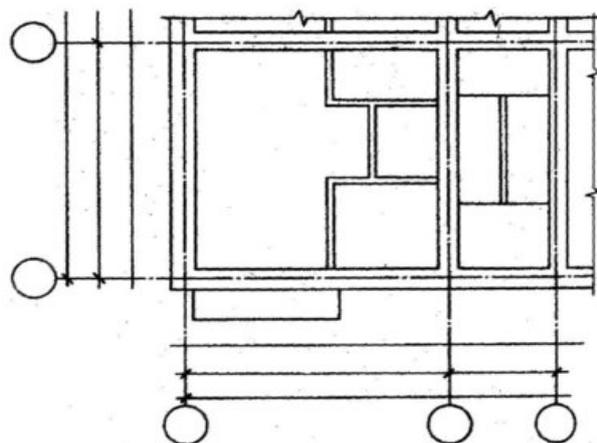

Рисунок 193 - Нанесение на плане стен здания
- 5) Вычертить контуры наружных и внутренних капитальных стен здания и колонн, если они имеются (рисунок 193) по ГОСТ 21.501-93.